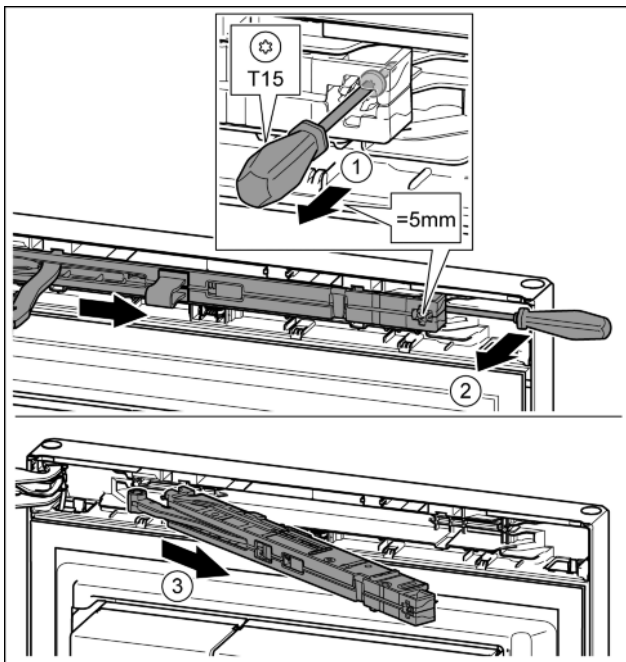

Fig. 14
- ▶ Ослабить винт на узле амортизатора с помощью отвертки T15 примерно на 5 мм. Fig. 14 (1)
- ▶ Отверткой со стороны ручки переместиться за узел амортизатора и повернуть вперед. Fig. 14 (2)
- ▶ Вытащить узел амортизатора. Fig. 14 (3)